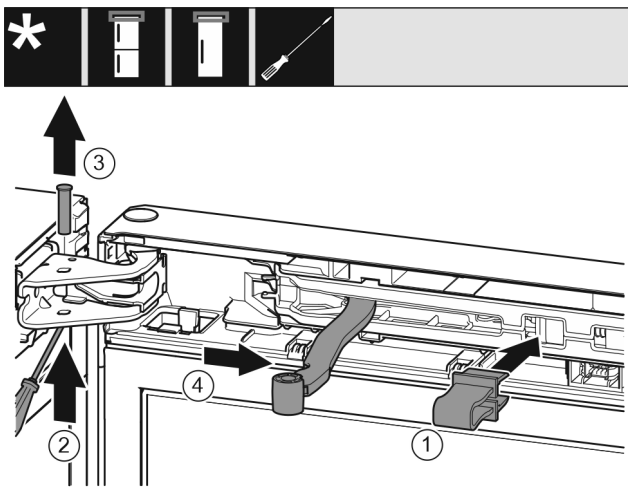

Fig. 9
- ▶ Зафиксируйте предохранитель Fig. 9 (1) в отверстии.
- ▶ Выкрутите палец Fig. 9 (2).
- ▶ Извлеките палец Fig. 9 (3) движением вверх.
- ▶ Поверните шарнир Fig. 9 (4) в направлении двери.